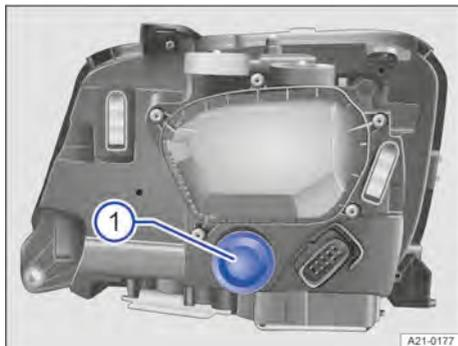

Fig. 146 No compartimento do motor: cobertura no farol de xenônio frontal.
3. Remover a cobertura de borracha no lado de trás do farol → Fig. 146 ①.
8. Colocar a cobertura de borracha na parte traseira do farol → Fig. 146 ①.